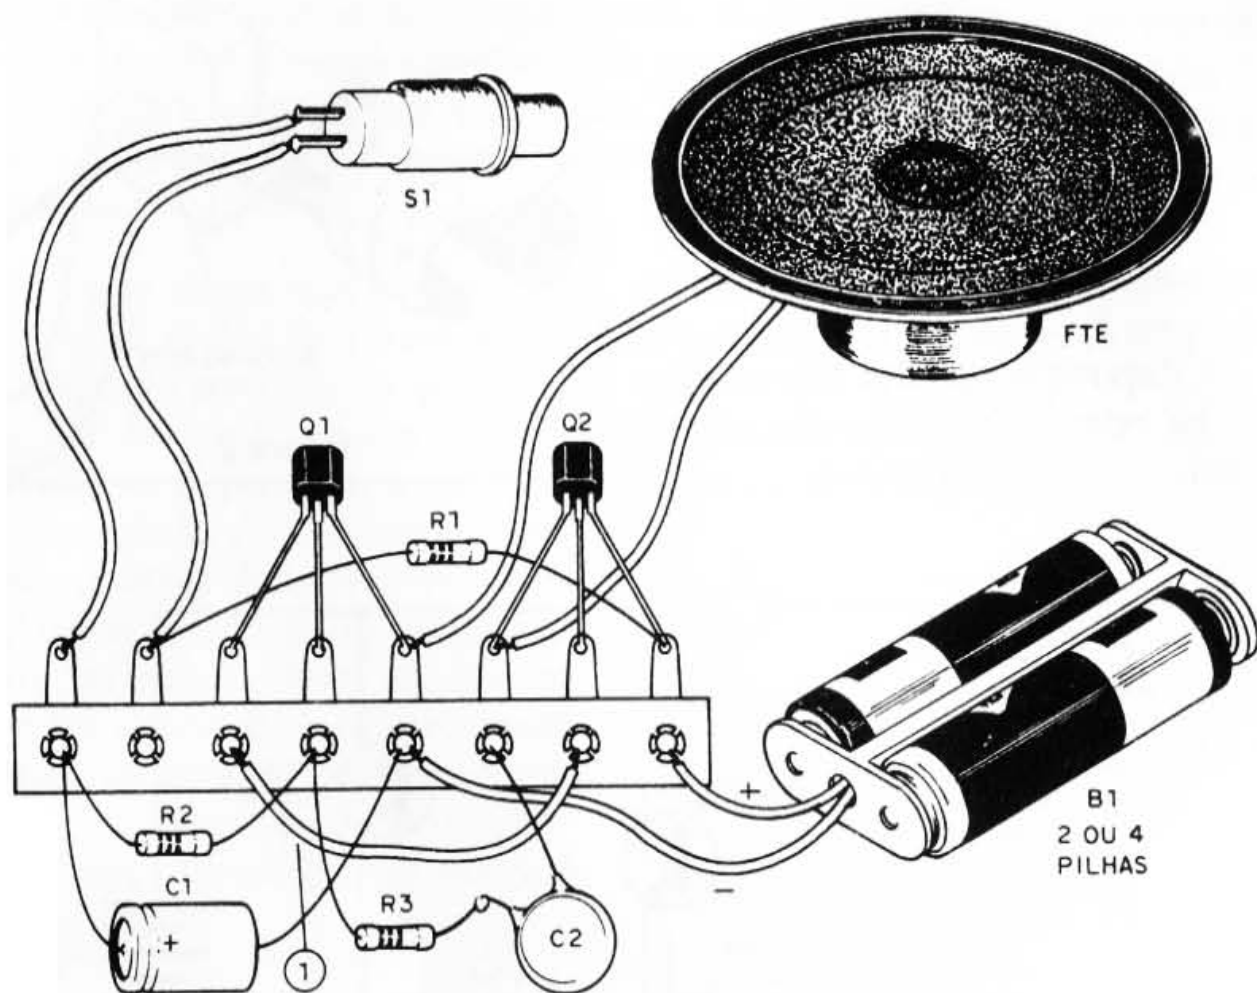

figura 4
A disposição real dos componentes na ponte e também dos que a rodeiam é dada na figura 4.
a) Comece cortando a ponte de terminais no tamanho indicado na figura 4, com 8 terminais, e em seguida solde os dois transistores. Q1 pode ser o BC548 ou qualquer